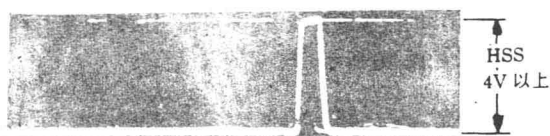

图8 HSS电平
(2) HSS(行同步脉冲)电平值的确认: LINE IN 输入 PAL 彩条信号, 示波器接 PS301(5), 要求 HSS 电平值 4V 以上, 见图 8 所示。